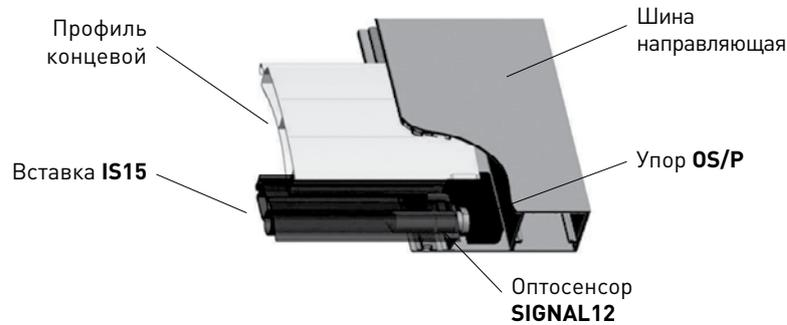

Рис. 4.2 Установка упора OS/P для роллетных ворот серии AG/77
- Установите упоры из комплекта **OS/P** в соответствии с рис. 4.2. Перед тем как зажать упоры убедитесь, что они плотно прижаты к торцу профиля концевой.